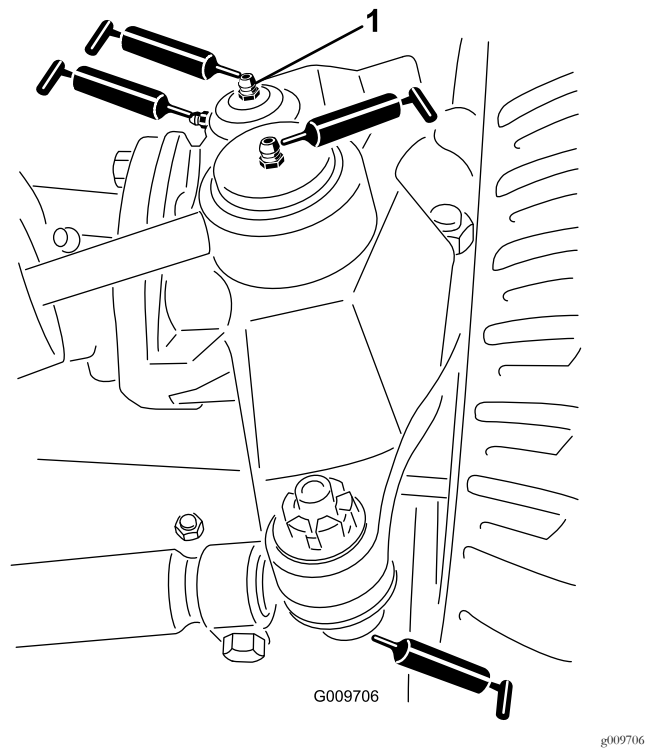

Figura 34
- Giunti a sfera del cilindro di sterzo (2) come illustrato nella Figura 34
- Giunti a sfera del tirante (2) come illustrato nella Figura 34
- Boccole del perno del fuso a snodo (2) come illustrato nella Figura 34